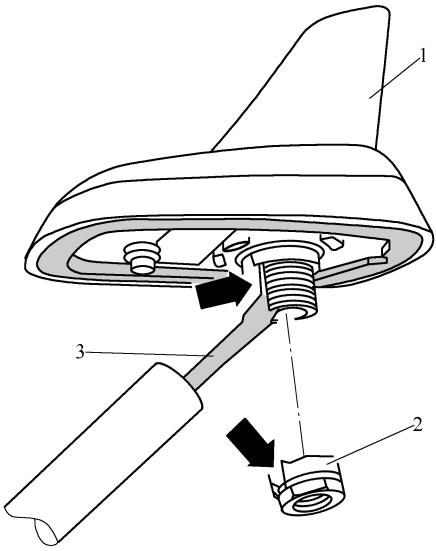

图 10-3-15 拆下车顶天线
2) 降低后部顶盖，如图 10-3-15 所示，断开天线导线 3 上的插接器连接，旋下螺母 2，向上从车顶上拆下天线 1。